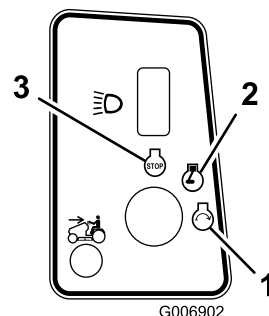

Figure 11
4. Tournez la clé de contact dans le sens des aiguilles d'une montre et maintenez-la en position de Démarrage (Figure 11). Relâchez la clé quand le moteur démarre.
2. Avant de quitter la position de conduite, coupez le contact, attendez l'arrêt de toutes les pièces mobiles et enlevez la clé de contact. (Figure 11).